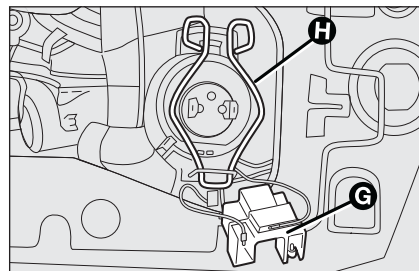

fig. 25
- ☐ saque el conector **G**-fig. 25;